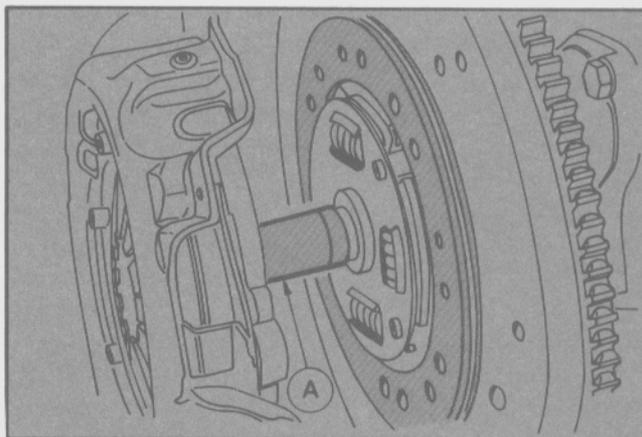

Fig. 115 - Centrado del disco de embrague
- Centrar el disco de embrague con la herramienta T74G-7550-BAS, montar la placa de presión y colocar los tornillos de fijación. Ajustarlos a la torsión indicada en especificaciones (Fig. 115).